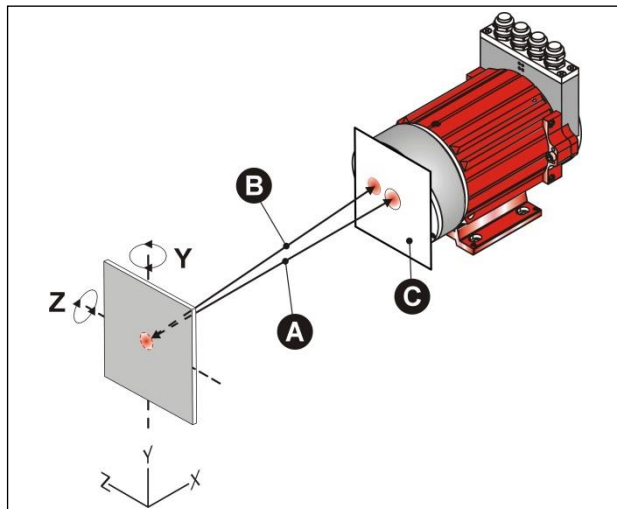

Abbildung 6: Ermittlung der Oberflächenreflektion
• **Abbildung 6: Ermittlung der Oberflächenreflektion:**
- Blatt-Papier (C) vor der Laseroptik so zentrieren, dass der Laserstrahl ungehindert durch ein ca. 2 cm großes Loch austreten kann. Das Störsignal (B) sollte jetzt auf dem Blatt-Papier (C) sichtbar werden. Zur besseren Auffindung des Störsignals (B) kann die Reflektorfolie auch etwas hin und her bewegt werden.